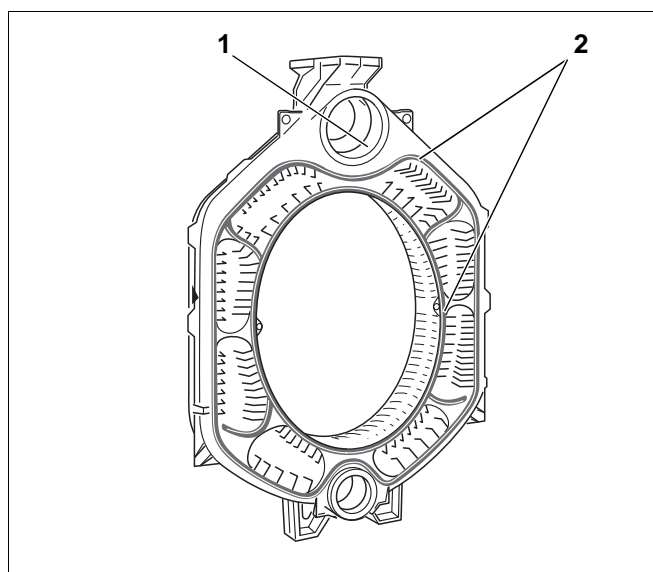

Рис. 12
- Смазать уплотнительные поверхности ступиц суриком (рис. 12, **поз. 1**).
- Смазать уплотнительные пружины адгезионным составом (грунтовочной краской) (рис. 12, **поз. 2**).